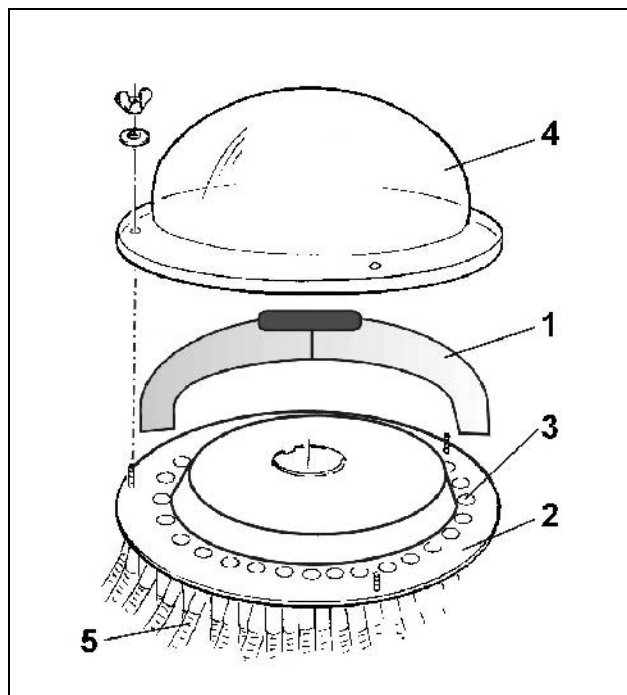
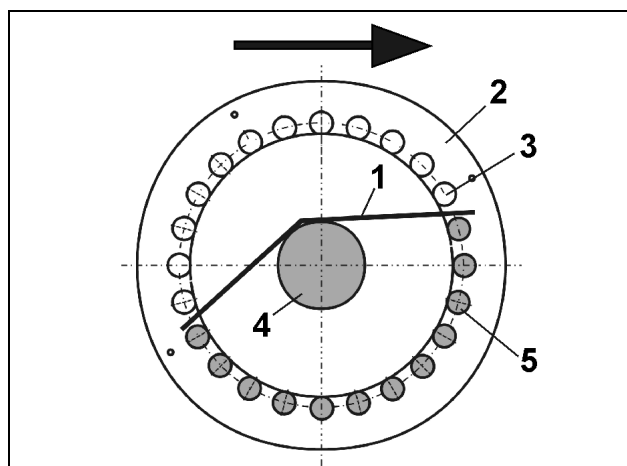

Fig. 56
Fig. 57
Con el inserto (Fig. 56/1) para el cierre de las salidas en el cabezal de distribución se distribuye la corriente de simiente sobre la mitad de todas las salidas (Fig. 56/3) y así sobre la mitad de todas las rejillas. A elección puede, de esta manera, interrumpirse la alimentación hacia las rejillas sobre la mitad derecha o izquierda de la máquina y sembrarse con la otra mitad de la máquina.
- Desmontar caperuza de distribución (Fig. 56/4)
- colocar el inserto (Fig. 56/1 ó Fig. 57/1) de tal manera sobre la placa de distribución (Fig. 56/2 ó Fig. 57/2), que queden cerradas las salidas deseadas del inserto.
- en la vista en planta (ver Fig. 57) se encuentran
- las salidas cerradas, no rayadas (Fig. 57/3) sobre el lado opuesto al tubo ondulado (Fig. 57/4)
- las salidas abiertas, representadas en forma rayada (Fig. 57/5) sobre el lado que muestra al tubo ondulado (Fig. 57/4).
- Controle en todo caso en el recorrido de las mangueras de conducción de simiente (Fig. 56/5), si el inserto cierra el flujo de simiente hacia las rejillas deseadas.
- Con un útil adecuado, marque el asiento del inserto sobre la placa de distribución (Fig. 57/2), para que en aplicaciones ulteriores Ud. encuentre rápidamente la posición del inserto sobre la placa.
- Ajuste la caperuza de distribución (Fig. 56/4) en el cabezal de distribución. Al fijar la caperuza de distribución, se aprieta el inserto (Fig. 56/1).